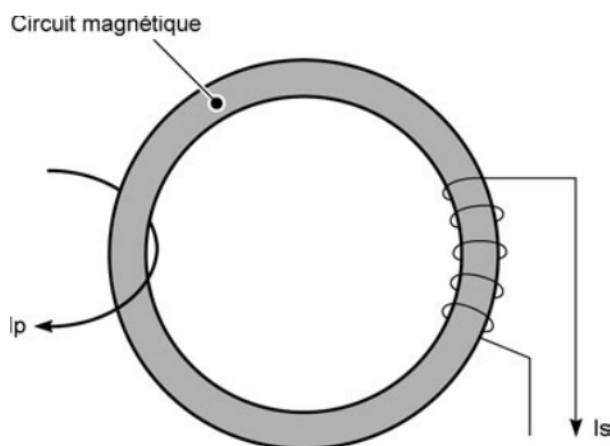

Figure 8.10 – Transformateur
Le transformateur de courant (TC) est composé d'un tore ferromagnétique parcouru par un champ magnétique image du courant à mesurer (*figures 8.10 et 8.11*). Pour les fortes intensités, le primaire n'est autre que le câble portant la grandeur, le secondaire est parcouru par la même intensité de courant au rapport k près. Pour les faibles intensités, on crée un enroulement de N_1 spires formant le primaire. Le tore a une grande perméabilité et, en travaillant en faible induction (0,1 T), assure un transfert des courants : $N_1 \cdot I_1 + N_2 \cdot I_2 = 0$.